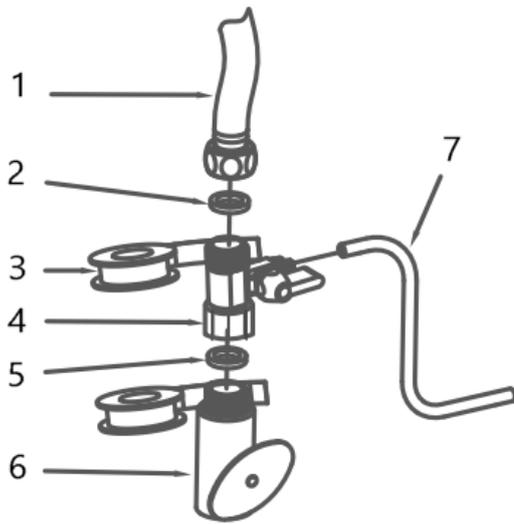

Fig. 1
3. Raccorder la vanne de dérivation à la vanne de la source d'eau et au tuyau (Fig. 1).